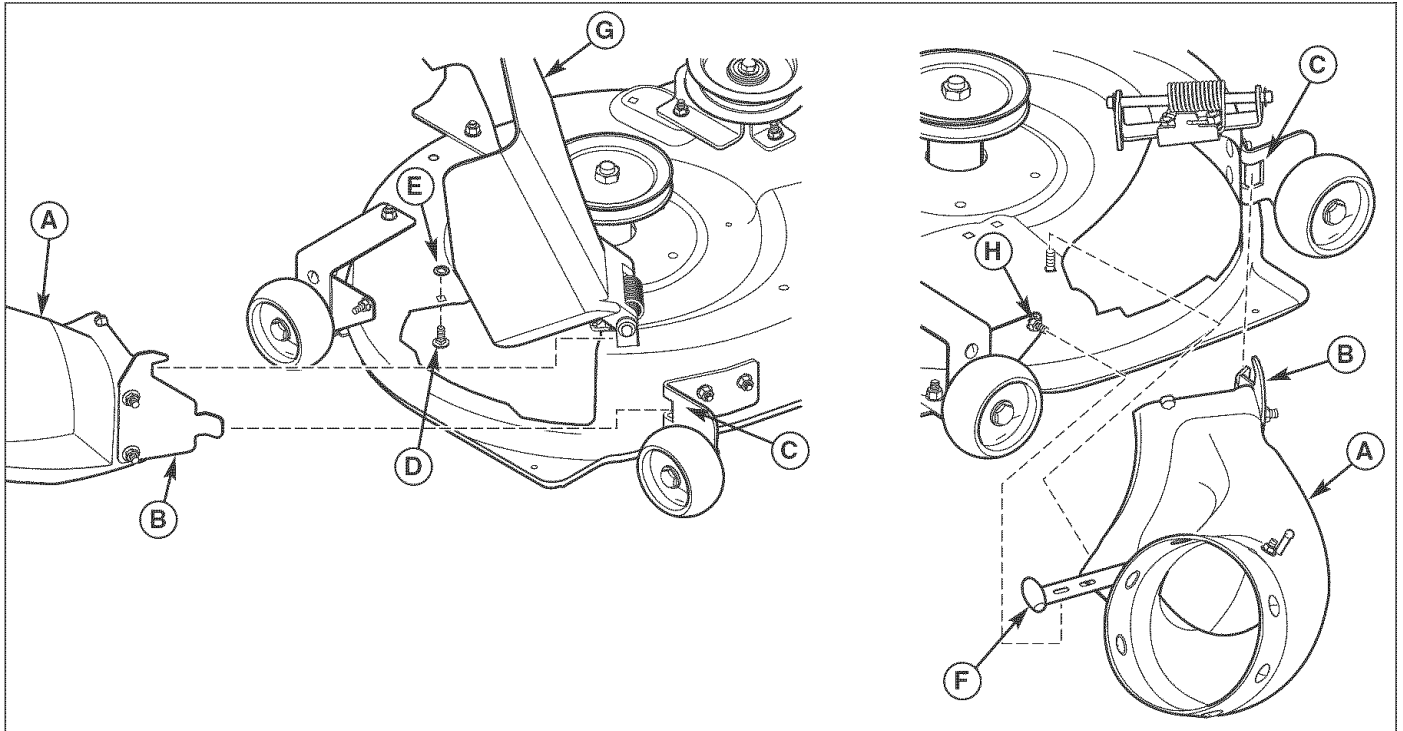

Figura 41. Instale el tubo inferior - Plataforma del cortacésped de 42"
1. Instale el perno de cabeza de hongo de 5/16 x 7/8" (D, Figura 41) con la tuerca de cierre de empuje de 5/16 (E) en la plataforma del cortacésped como se muestra.
2. Levante el deflector de descarga (G).
3. Inserte la placa de la traba delantera (B) en el montaje de la placa de la traba delantera (C). Ponga el conducto inferior bajo el deflector de descarga (G) ubicando el orificio en el conducto inferior sobre el perno de cabeza de hongo (D).
4. Estire la banda elástica (F) hasta el perno de montaje de la placa de la traba posterior (H) fijando el primer orificio en la banda elástica sobre el perno de montaje.